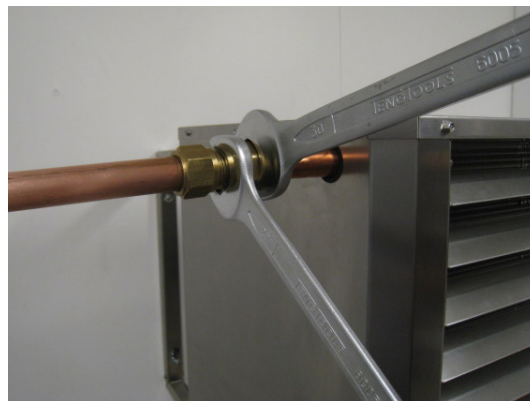

Abb. 8
7. Bei der Montage von Klemmringkupplungen kontrollieren, ob diese für Druck und Temperatur der Heizflüssigkeit ausgelegt sind. Beim Festziehen der Klemmringkupplungen sind diese festzuhalten, um die Torsionskraft nicht auf die Ein- und Auslassrohre des Heizlüfters zu übertragen, siehe Abb. 8.